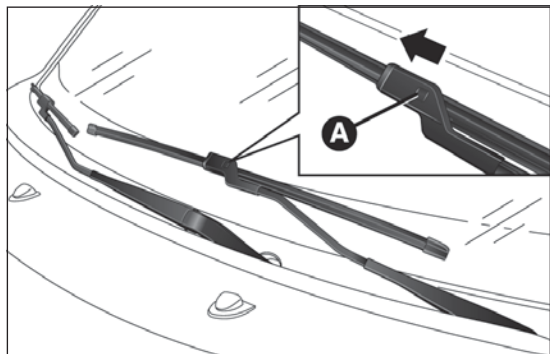

fig. 218
- ☐ levantar el brazo del limpiaparabrisas, pulsar la lengüeta A fig. 218 del muelle de enganche y extraer la escobilla del brazo;